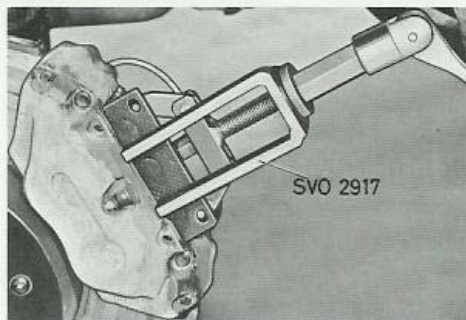

Bild 18. Demontering av bromsklots
3. Demontera de hårnålsformade låsklämmorna för styrpinnarna. Dra ut en låspinne under det dämpningsfjädrarna hålls på plats. Demontera fjädrarna och den andra låspinnen. Dra ut klotsarna med verktyg SVO 2917, se bild 18.
1. Demontera de härnålsformade låsklämmorna för låspinnarna. Dra ut en låspinne under det dämpningsfjädrarna hålls på plats. Demontera fjädrarna och den andra låspinnen. Dra ut klotsarna, jämför bild 18.